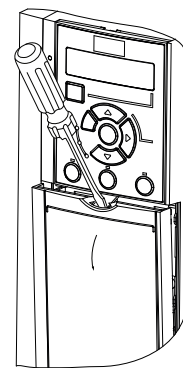

Рисунок 3.5 Доступ к подключению элементов управления в корпусах J1-J7
- Снимите крышку доступа с помощью отвертки. См. Рисунок 3.5.